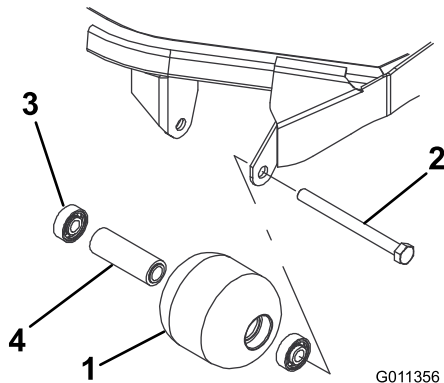

Figura 71
1. Retire el perno de montaje del rodillo (Figura 71).
3. Introduzca a presión el segundo cojinete en el alojamiento del rodillo (Figura 71) haciendo presión igualmente sobre el anillo de rodadura interior y el exterior hasta que el anillo de rodadura interior entre en contacto con el espaciador.
1. Introduzca a presión el primer cojinete en el alojamiento del rodillo (Figura 71). Haga presión solamente sobre el anillo de rodadura exterior, o de forma igual sobre el anillo exterior y el interior.
2. Introduzca el espaciador (Figura 71).